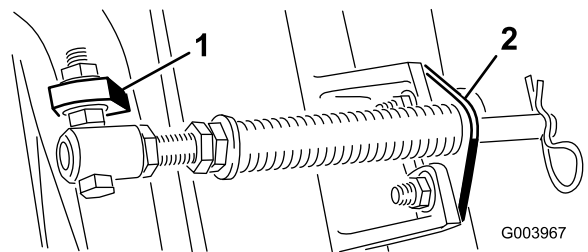

Bild 5
Hinweis: Positionieren Sie den Schraubenkopf zur Außenseite der Nase, wie in Bild 5 dargestellt.
- D. Montieren Sie die Stangenhalterung mit den Schlossschrauben und Muttern an den Schneideinheitennasen (Bild 5).